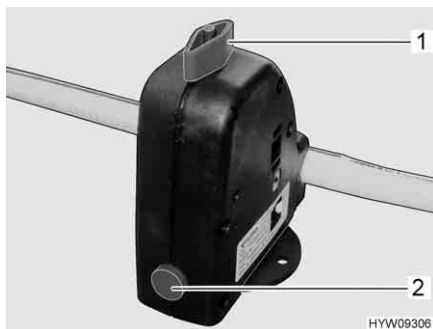

Fig. 107 Valvola di sicurezza/di scarico (boiler)
Il boiler è dotato di una valvola di sicurezza/di scarico (Fig. 107). La valvola di sicurezza/di scarico impedisce che l'acqua congeli nel boiler in presenza di basse temperature esterne, quando il riscaldamento dell'autocaravan non è acceso.
- Chiudere la valvola di sicurezza/di scarico. A tal fine ruotare la manopola (Fig. 107,1) verticalmente rispetto alla valvola di sicurezza/di scarico e premere verso l'interno il bottone automatico (Fig. 107,2).
- Aprire la valvola di sicurezza/di scarico. A tal fine ruotare la manopola (Fig. 107,1) nel senso della lunghezza della valvola di sicurezza/di scarico. Il bottone automatico (Fig. 107,2) scatta all'infuori. Il boiler viene svuotato verso l'esterno tramite la valvola di sicurezza/di scarico.